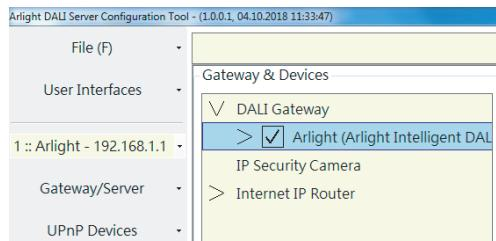

Рис. 3.
- Для того чтобы увидеть список найденных контроллеров, выберите в списке пункт DALI Gateway (Рис. 3). Установите галочку напротив нужного контроллера. В пункте Gateway/Server появится адрес контроллера и в окне отобразятся параметры доступа.